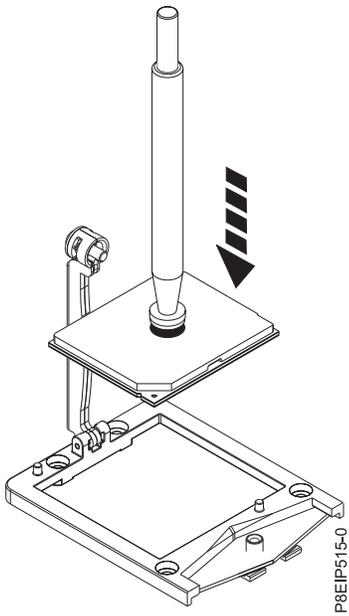

図 67. プロセッサをソケットに下ろす
- a. ペンとシステム・プロセッサ・モジュールをソケットの上を下ろします ( 60 ページの図 67 を参照)。プロセッサの斜めになっている角を、ソケットの斜めになっている角に位置合わせします。プロセッサを傾けないように注意して、ツールを水平に下ろします。